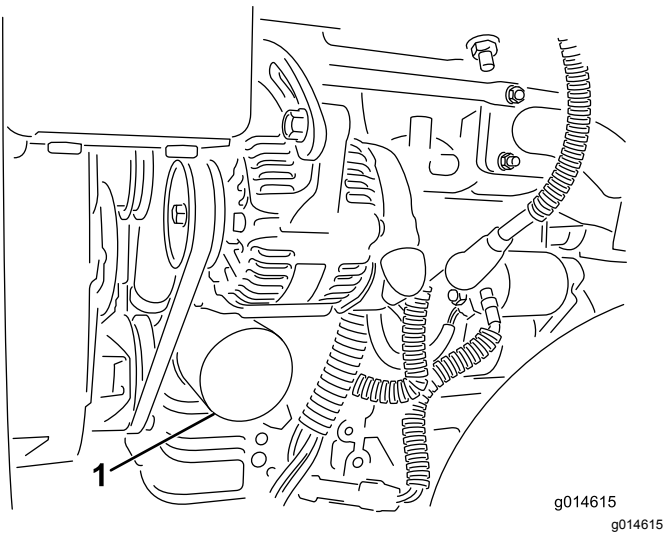

図 44
- オイルフィルタ(図 44)を外す。新しいフィルタのガasketに薄くエンジンオイルを塗る。